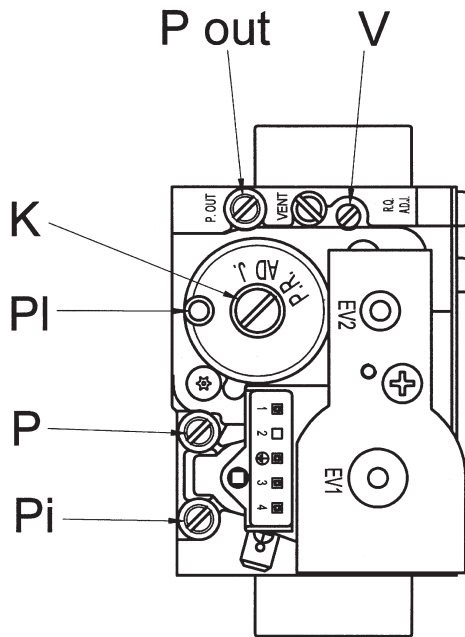

Fig. 28
- 2 Loosen the gas inlet pressure test point screw on the gas valve (see Fig. 28). Ensure the gas supply is on and open the boiler service cock to purge.
- 2 Desserrez la vis du point d'essai de pression de la prise de gaz sur la vanne à gaz (voir Fig. 28). Assurez-vous que l'alimentation du gaz est active et ouvrez le robinet d'alimentation du gaz de la chaudière pour le vidanger.